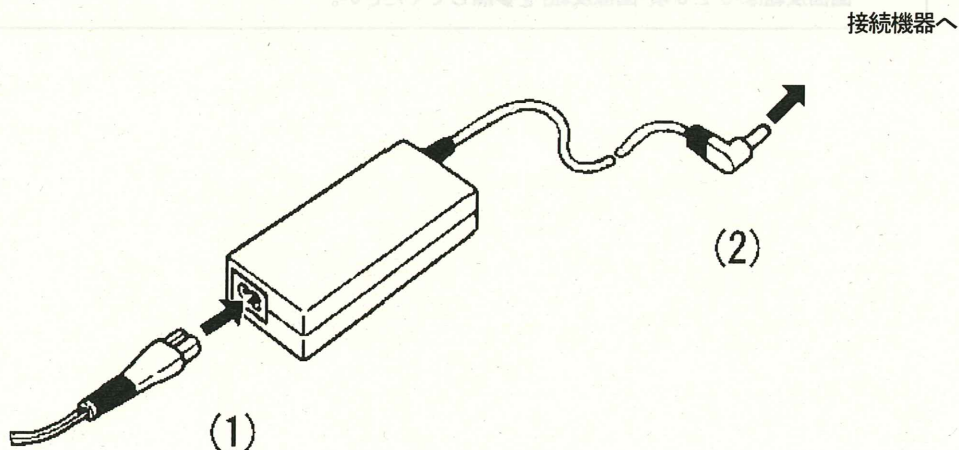

図4-5 ACアダプタ
- (1) 本器の電源が“OFF”になっていることを確認します。
- (2) ACアダプタのAC電源コネクタにACケーブルを接続してください。(図4-5 (1) 参照)
- (3) ACアダプタのDCジャックを接続機器(ハンディサーチ/プリンタ)に接続してください。(図4-5 (2) 参照)
- (4) ACアダプタのACケーブルをコンセントに差し込みます。